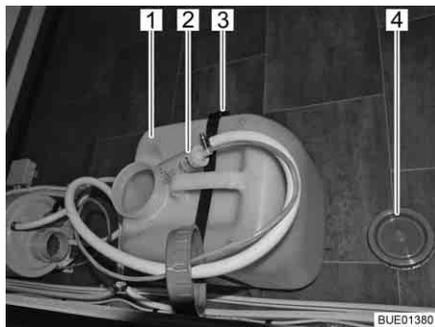

Fig. 179 Depósito de agua 16 l
Durante el transporte cierre el depósito de agua con la tapa de cierre (Fig. 179,4).
- Extraer la bomba de agua (Fig. 179,2) del depósito de agua (Fig. 179,1).
- Aflojar el cinturón de sujeción (Fig. 179,3).